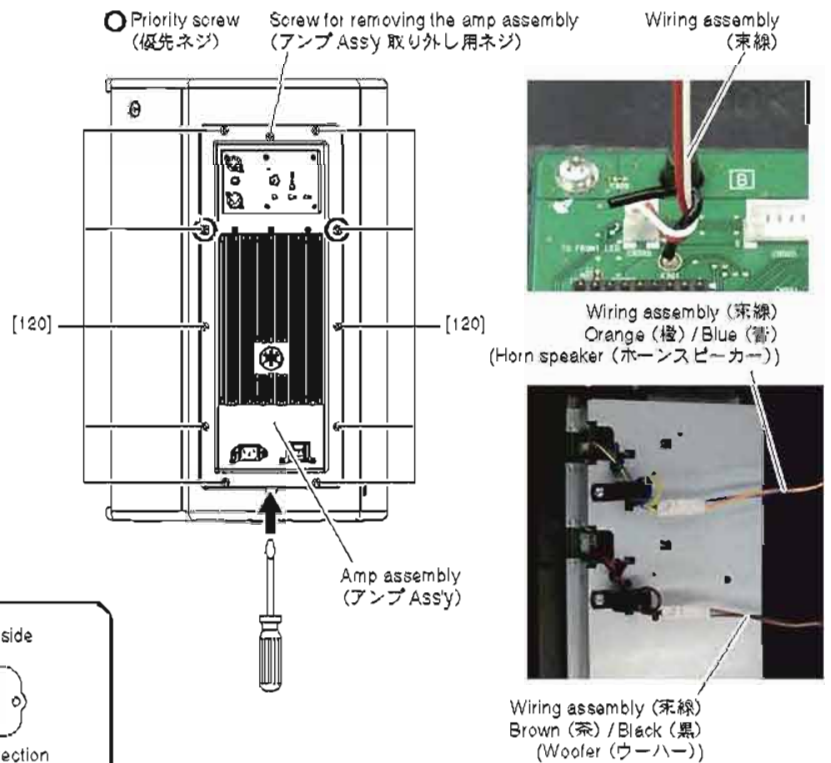

Fig. 8 (図 8)
- 5-1. Remove the ten (10) screws marked [120]. (Fig. 8)
- * When installing the amp assembly, first tighten the two (2) priority screws as shown in Fig. 8.
- 5-2. Follow the steps below to remove the amp assembly 112 carefully. (Fig. 8)
- (1) Loosen the screw for removing the amp assembly.
- (2) Insert the flat blade screwdriver or the like into the cavity of the cabinet, and push the bottom end of amp assembly up.
- (3) Pull the screw for removing the amp assembly to move up the top end of the amp assembly.
- (4) Hold both top and bottom of the amp assembly to remove it.
- 5-3. Disconnect the connectors of the wiring assemblies. (Fig. 8)
- 5-1. [120] のネジ 10 本を外します。(図 8)
- ※ アンプ Assy を取り付けるときは、図に示す優先ネジ 2 本を先に締めてください。(図 8)
- 5-2. 下記の手順で、慎重にアンプ Assy を取り外してください。(図 8)
- (1) アンプ Assy 取り外し用ネジを緩めます。
- (2) キヤビネットの切り欠きにマイナスドライバーなどを差し込んで、アンプ Assy の下部を浮かせます。
- (3) アンプ Assy 取り外し用ネジを手前に引いてアンプ Assy 上部を浮かせます。
- (4) アンプ Assy の上部と下部を持って、取り外します。
- 5-3. 束線のコネクターを外します。(図 8)